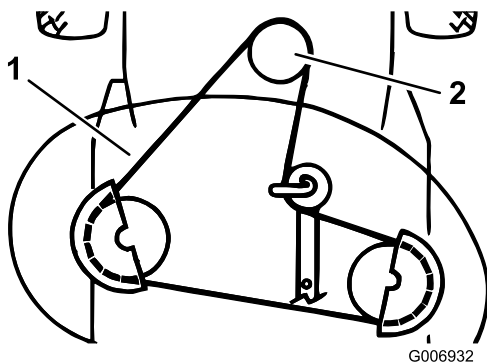

Figure 41
14. Ôter la courroie du plateau de coupe de la poulie d'embrayage électrique (Figure 41).
15. Déposez la courroie d'entraînement des lames de la poulie du moteur inférieure (Figure 41).
6. Passez la courroie d'entraînement des lames sur la poulie motrice inférieure (Figure 41).